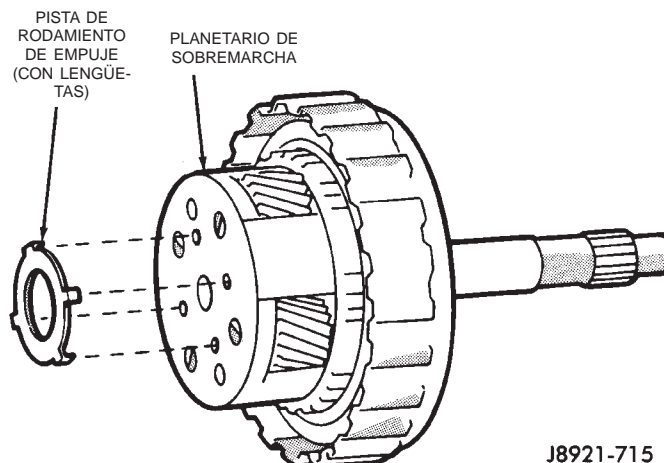

Fig. 167 Instalación de la pista de rodamiento de empuje del planetario
(67) Verifique el tamaño del cojinete/pista de rodamiento antes de continuar.
(68) Recubra la pista de rodamiento de empuje con lengüetas con vaselina e instálela en el engranaje planetario (Fig. 167). El diámetro externo de la pista de rodamiento es 41,8 mm (1,646 pulg.) y el diámetro interno es 27,1 mm (1,067 pulg.).